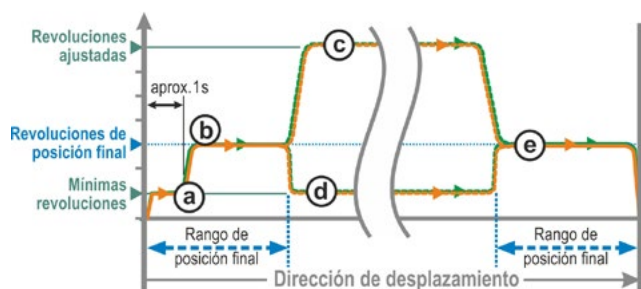

Fig. 1: Revoluciones de posición final "normal"
- fuera de la posición final con las mínimas revoluciones, aprox. 1 s (fig. 1: curva **a**), para conmutar entonces a las revoluciones de posición final, ver **b**;